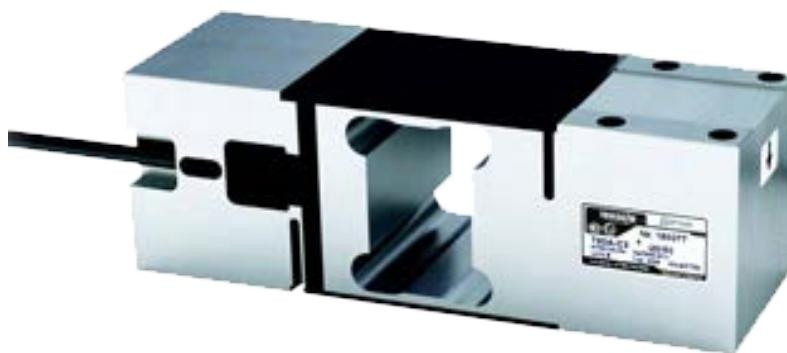

Рис. 2
6.4.2. Для функционирования АОГ к его входам должны быть подключены датчики усилия, размещенные под полом каждой из люлек, рис.2. В данном случае использованы датчики Single Point T60A фирмы Тензо-М, класса точности 0,03%.
6.5. Датчик усилия, рис.2, представляет собой прибор, преобразующий величину усилия, возникающего в нем при нагружении пола люльки, в электрический сигнал. В данной модификации АОГ используются два датчика усилия по числу люлек подъёмника.